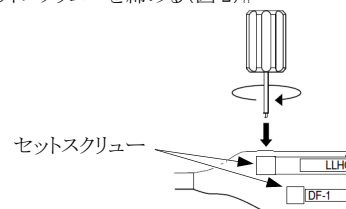

図 2
- 4) グロメットからトルクレンチを挿入し、トルクレンチが空回りするまでセットスクリューを締める(図 2)。
- 6) グロメットからトルクレンチを挿入し、トルクレンチが空回りするまでセットスクリューを締める(図 2)。